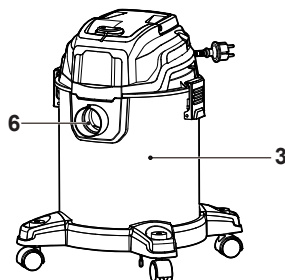

Fig. 22
> Durante a aspiração húmida, verifique o nível de água no depósito com regularidade. O nível de água deverá estar abaixo da entrada de ar (6) (Fig. 22). Esvazie o depósito (3) com regularidade, se forem aspiradas grandes quantidades de água.